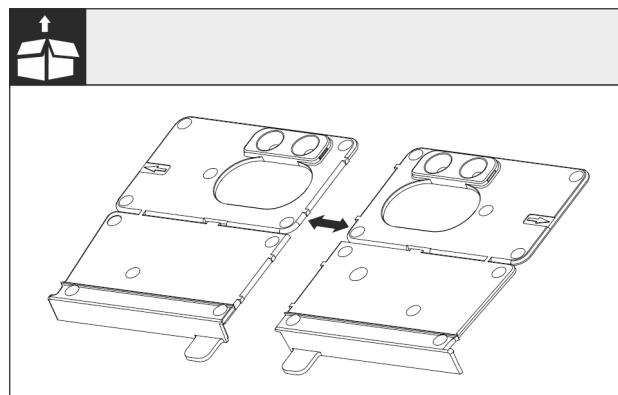

Fig. 25
- Montagewinkel Boden Fig. 25 0 an der Perforierung trennen.